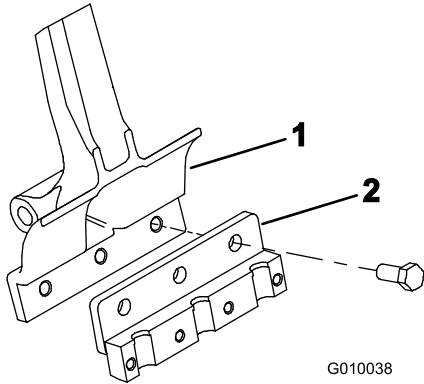

Figura 23
3. Su ciascun braccio delle fustelle montate un portafustelle usando 3 bulloni ($\frac{1}{2}$ " x $1\frac{1}{4}$ ") (Figura 23). Serrate i bulloni a 101,6 N-m.